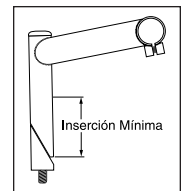

Fig.1
4. Para tubos de dirección con rosca, introduzca la potencia a una profundidad mínima conforme con la CPSC y las normas JIS. La potencia debe encajarse introduciéndola no menos de 2,5 veces su diámetro, medido desde el extremo inferior de la potencia, no del de la cuña (ver Fig. 1).